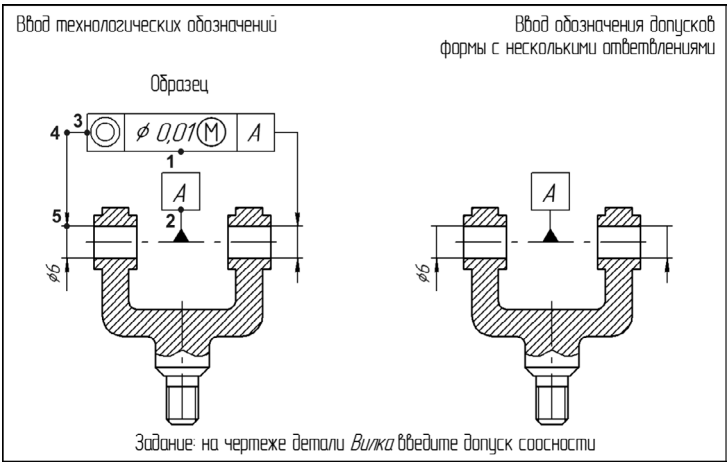

Рис. 38.13. Задание к Упражнению 38.2
- Выберите точку выхода ответвления 3 (рис. 38.13).